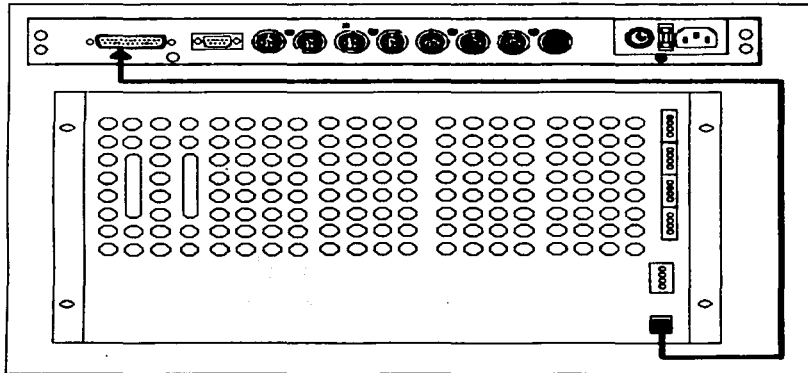

Figura 3.13 Conexión de la unidad de control con el módulo de multiplexaje.
b) Módulo de multiplexaje de señales de video. En el puerto de comunicaciones COM2 se enlaza la unidad de control con el módulo de multiplexaje, por medio del conector RJ-12 en el módulo de multiplexaje y un conector DB-25 hembra en la unidad de control usando el protocolo RS-232, como se observa en la figura 3.13.